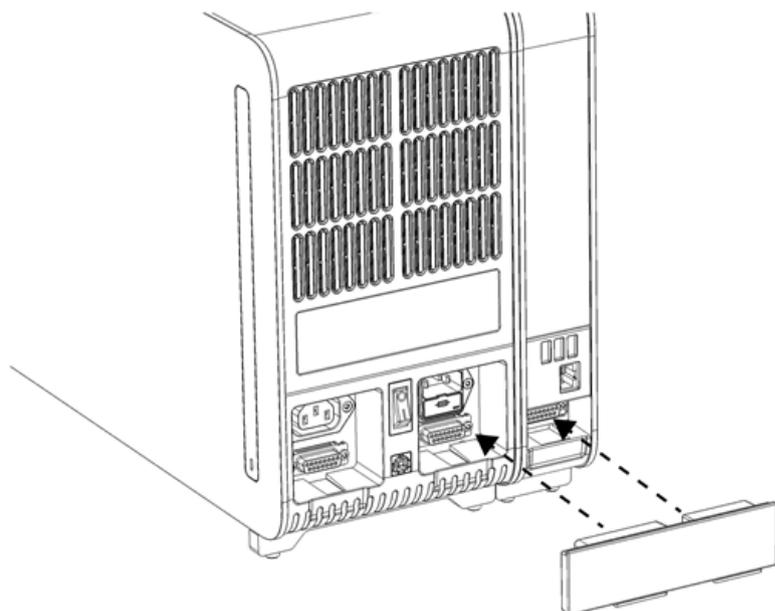

Figure 8. Connexion du pont du module analytique/opérationnel.
5. Connectez le pont du module analytique/opérationnel à l'arrière du QIAstat-Dx Analyzer 1.0 pour relier les modules opérationnel et analytique (Figure 8).